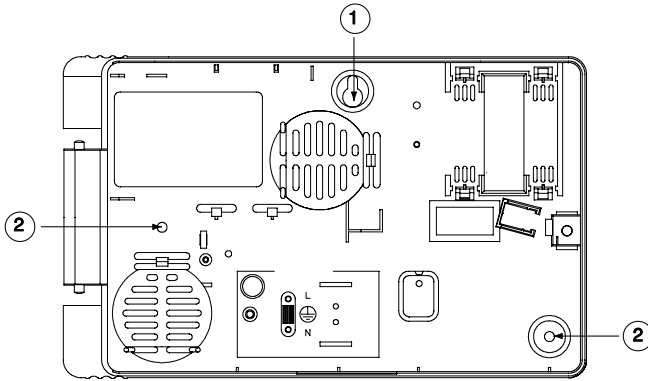

Figura 5. Posiciones de agujeros de montaje
4. Sostenga la caja contra la pared y marque la posición del ojo de la cerradura (1 en la Figura 5).
7. Marque la posición de los otros agujeros de sujeción en la pared (2 en la Figura 5).